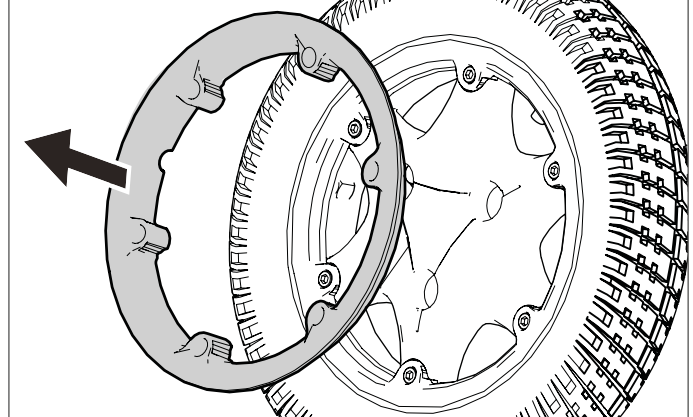

Fig. 8.2
- Lockern Sie die 3 Radmuttern mit einem 16 mm Steckschlüssel (Fig. 8.2).